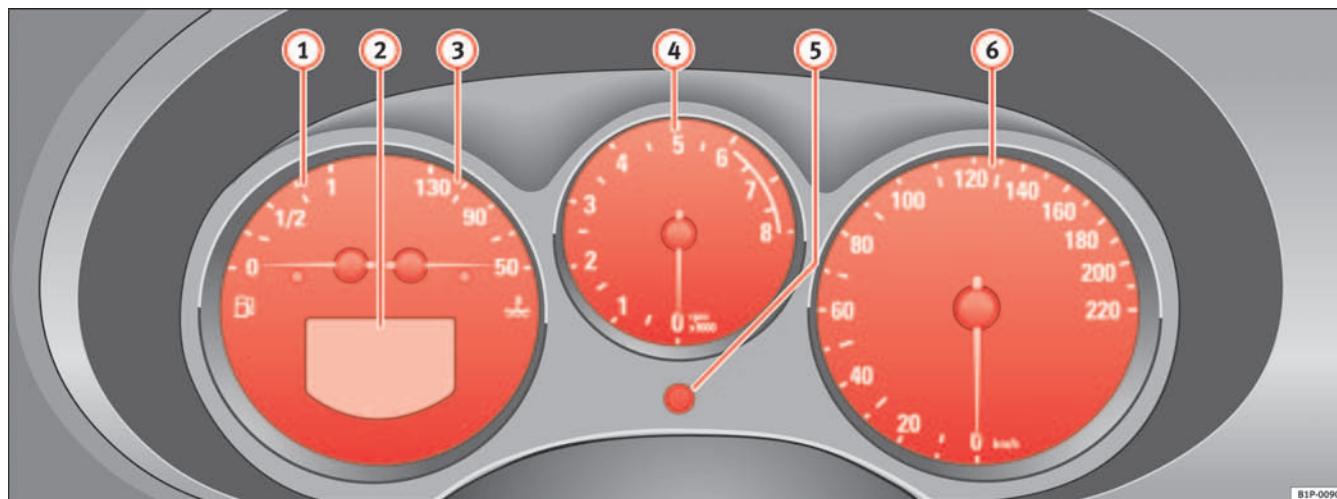

Fig. 33 Detalle del tablero de instrumentos: cuadro de instrumentos
El principio de la zona roja $\Rightarrow$ página 58, fig. 33  indica el régimen máximo de revoluciones del motor funcionando a temperatura de servicio. Antes de alcanzar dicha zona se debe cambiar a una marcha más larga, colocar la palanca selectora en D o levantar el pie del acelerador.
- Para ajustar las horas, gire el botón $\Rightarrow$ página 58, fig. 33  hacia la izquierda hasta el tope. Si gira el botón brevemente hacia la izquierda, se avanza una hora.
El contador derecho registra los recorridos cortos. La última posición indica tramos de 100 m. El contador para recorridos cortos puede ponerse a cero presionando el botón de puesta a cero ⇒ página 58, fig. 33 ⑤.